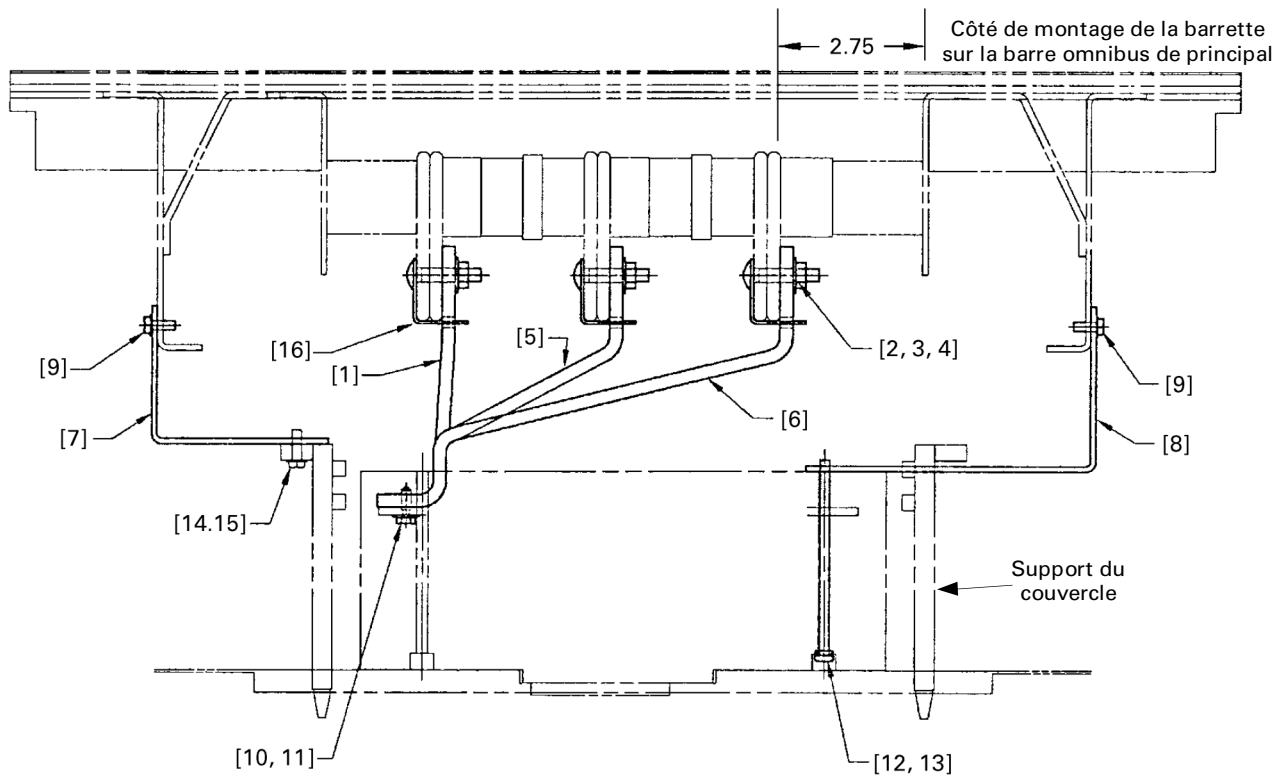

Figure 2. Assemblage de disjoncteur unique à boulonnage, vue du bout.
**1. Installer les barrettes de disjoncteurs.** Avant l'installation dans des intérieurs à boulonnage Spectra APNB repérer le côté de l'intérieur du panneau pour lequel la dimension entre la face de barre omnibus verticale la plus près et la face intérieure du rail de support de la barre omnibus est de 2.75 pouces, comme illustré aux Figures 2 et 5. Monter les barrettes sur ce côté de la barre omnibus verticale.